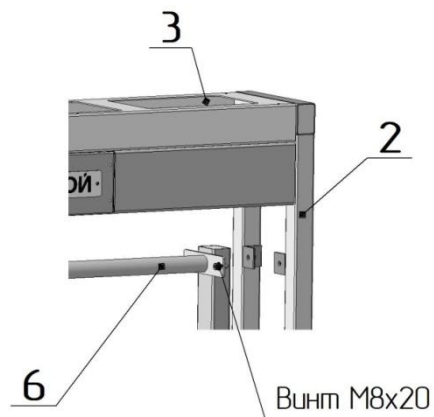

Рис. 2
– состыкуйте лопасть ограничителя прохода **6** со стойкой ограничения прохода **2** (рис.2) и закрепите винтами М8 с дистанционными втулками.